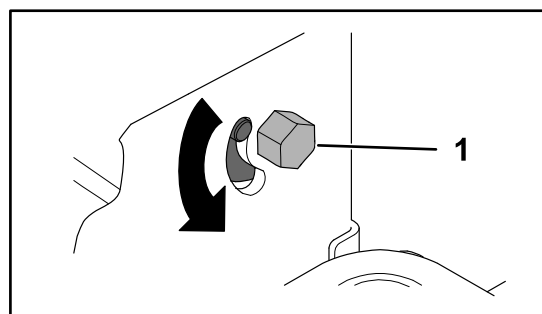

Figure 46
3. Localisez le boulon de réglage de la dérive près du levier de commande de déplacement du côté qui nécessite le réglage (Figure 46).